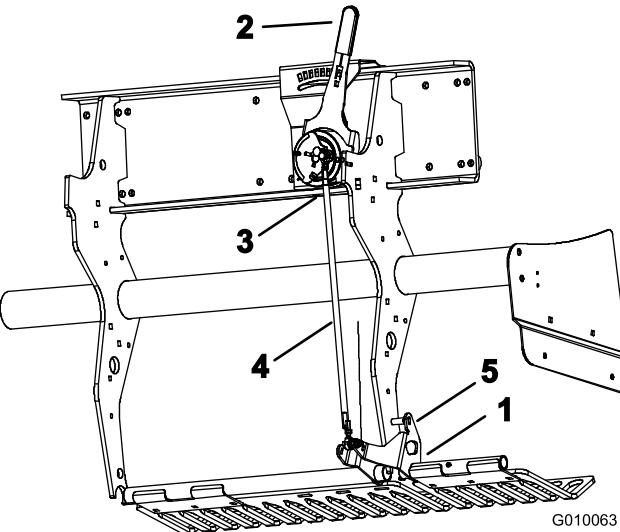

Figura 58
- Rode o suporte de montagem do protetor de relva esquerdo (Figura 58) até dar para inserir um pino de bloqueio (barra ou parafuso de 5/16) entre o suporte e o tubo de configuração da profundidade soldado à estrutura.
3. Mova a alavanca de profundidade dos dentes (Figura 58) para a configuração H (a mais profunda).
4. Desligue o dispositivo esférico exterior (Figura 58) da cablagem (interruptor de cabeça para baixo).
5. Desaperte as porcas de bloqueio (esquerdo e direito) da barra de profundidade (Figura 58).